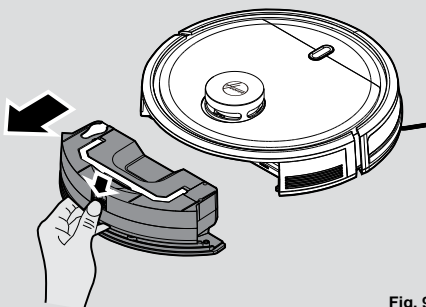

Fig. 9
1. Pressionar o botão de libertação e puxá-lo para fora. [Fig. 9]
1. Após a aspiração, remova o depósito de água e o recipiente de pó. Pressionar o botão de libertação e puxá-lo para fora. [Fig. 9]